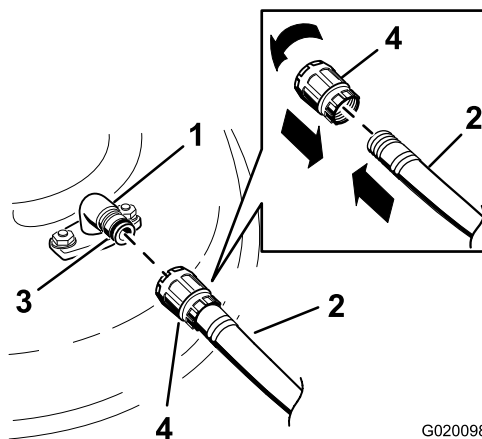

Figure 61
3. Branchez le raccord du tuyau d'arrosage à au raccord de lavage de la tondeuse et ouvrez l'eau en grand (Figure 61).